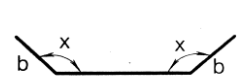

Рис. 5.5
5.7. Під яким кутом  $x$  (рис.5.5) слід збити три дошки однакової ширини  $b$ , щоб одержати водонапувальний жолоб найбільшої місткості?